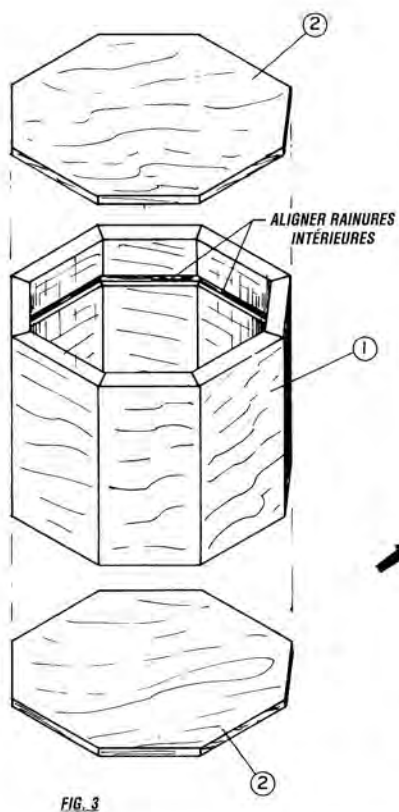

FIG. 3
3. Couper le dessus et le dessous. Coupez un dessus octogonal et un dessous (pièce 2) légèrement plus grand que les dimensions requises. Vous poncerez l'excédent une fois que le dessus et le dessous auront été assemblés aux côtés. Collez le dessus et le dessous à la boîte, comme indiqué sur la figure 3, à la page 97.
Coupez en feuillure les pièces du devant et de l'arrière pour qu'elles acceptent les bouts, comme illustré sur la figure 3, à la page 106. Collez et clouez ensuite les quatre faces ensemble, la rainure pour la lèvre étant à l'intérieur de la boîte.